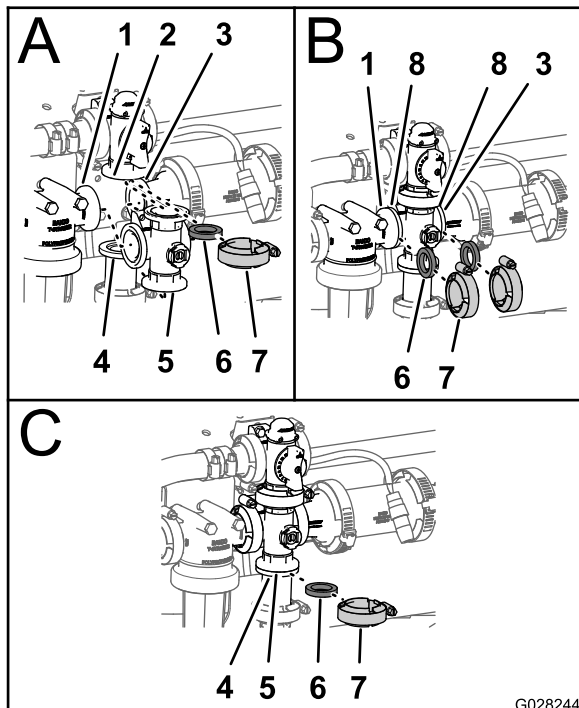

图87
1. 将搅拌旁通阀凸缘、1 个垫片与搅拌阀歧管的端盖接头凸缘对齐（图87 中的 A）。
2. 以手动夹紧夹具的方式，组装搅拌旁通阀、垫片和搅拌阀歧管（图87 中的 A）。
3. 在压力式滤清器头的凸缘与搅拌阀歧管之间放 1 个垫片（图87 中的 B）。
4. 以手动夹紧夹具的方式，组装压力式滤清器头、垫片和搅拌阀歧管（图87 中的 B）。
5. 在搅拌阀歧管凸缘与异径管接头之间放 1 个垫片（图87 中的 B）。
6. 以手动夹紧夹具的方式，组装搅拌阀歧管、垫片和异径管接头（图87 中的 A）。
7. 在搅拌阀歧管凸缘与搅拌节流阀安装座接头之间放 1 个垫片（图87 中的 C）。
8. 以手动夹紧夹具的方式，组装搅拌阀歧管、垫片和安装座接头（图87 中的 C）。